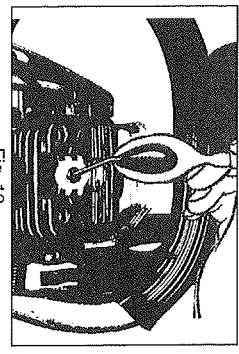

Fig. 19
5. Versez 1 cuillier à café de huile cycle 2 dans la chambre de combustion. Tirez sur le câble de démarrage lentement plusieurs fois pour que les composants internes s'enduisent. Remplacez la bougie. (Fig. 19)